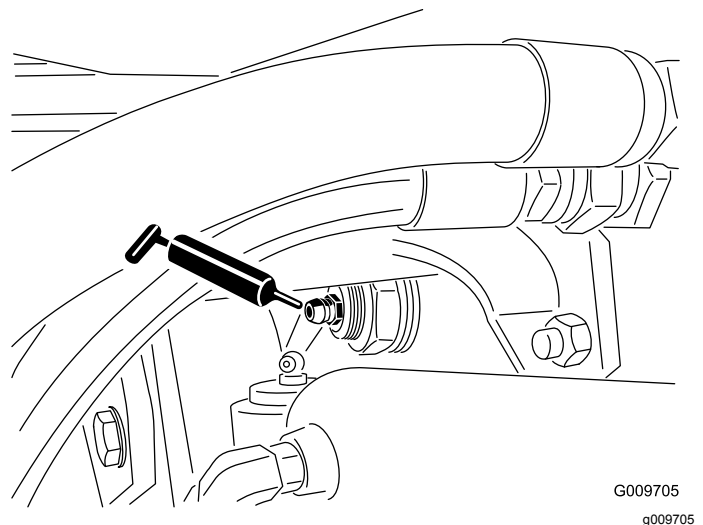

Figura 44
- Articulação do casquilho do eixo traseiro (2) (Figura 44)